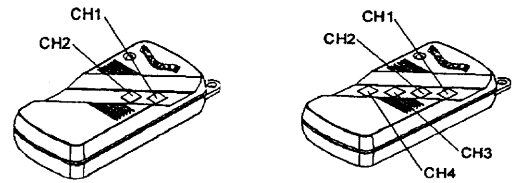

Рис. 2
- Брелки-передатчики имеют соответственно две или четыре кнопки. Каждая кнопка на брелке-передатчике жестко соответствует номеру канала в соответствии с рис. 2 (CH1-1 канал, CH2-2 канал и т.д.);